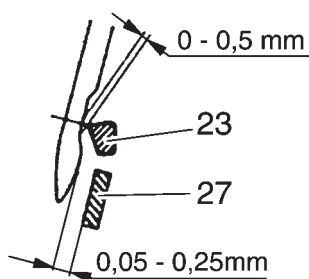

Рис. 29
В тот момент, когда носик левого оверлочного петлителя 23 при движении вправо установится точно за осевой линией правой или соответственно левой иглы, между левой или соответственно правой иглой и игольным предохранителем 27 должен оставаться зазор размером 0,05-0,25 мм (рис. 29).
- Сместите задний игольный предохранитель 27 таким образом, чтобы отрегулировать зазор в соответствии с рис. 29.